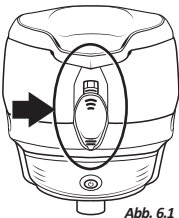

Abb. 6.1
1. Suchen Sie den Verschluss und den Gehäuse-Riegel auf der Rückseite des Hoppers (Abb. 6.1)